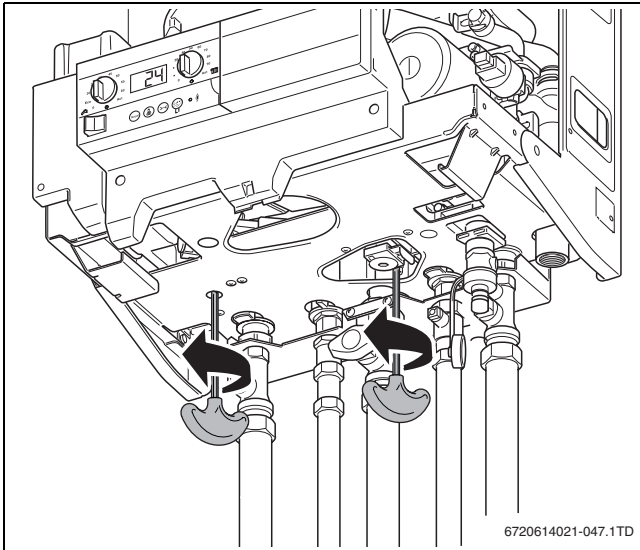

Bild 67 Schrauben des Plattenwärmetauschers entfernen
- Beide Schrauben des Plattenwärmetauschers entfernen (→ Bild 67).